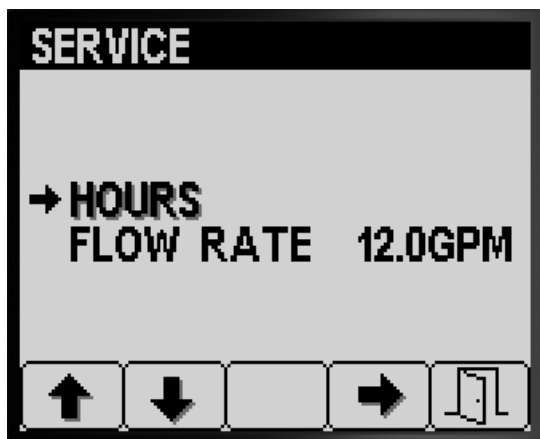

Figura 80
1. Premete il pulsante 1 o 2 sulla schermata Servizio fino a raggiungere l'opzione HOURS (Figura 80).
2. Premete il pulsante 4 per selezionare la voce Hours (Figura 80).